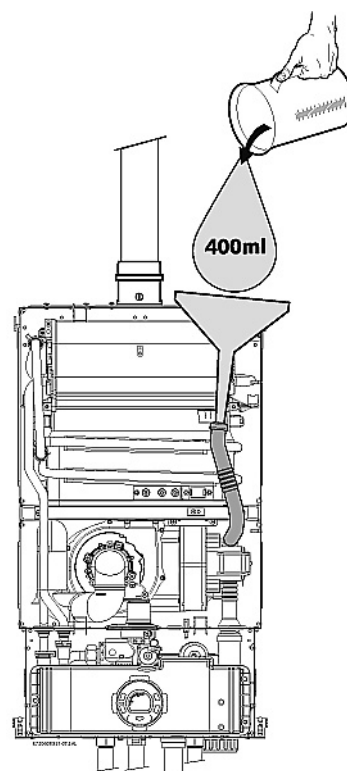

Fig. 15
- ▶ Vul de sifon met ongeveer 400 ml water, langs de condenswaterbuis. Gebruik een trechter die u in de buis steekt, om de geiser niet te beschadigen, zie fig. 15.
- ▶ Remplir le siphon avec environ 400 ml d'eau, via le tuyau de liquides condensés. Afin de ne pas endommager l'appareil, utiliser un entonnoir à l'extrémité du tuyau, voir fig. 15.